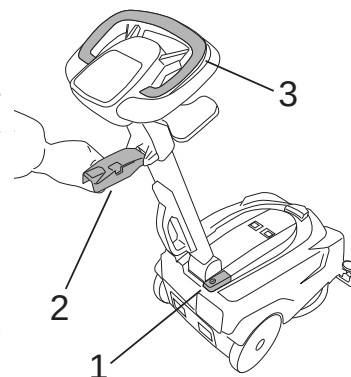

Fig.16
- Pulse el interruptor general (Fig. 16-Ref. 1).
- Baje el secador de suelo con la palanca (Fig. 16-Ref. 2).
- Accione la palanca de mando del cepillo (Fig. 16-Ref. 3).
- Levante el secador de suelo con la palanca (Fig. 16-Ref. 2).